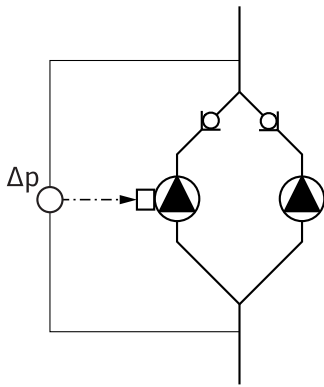

Fig. 18: Exemplo, conexão do sensor da pressão diferencial
- No exemplo da Fig. 18, a bomba Master é a da esquerda vista no sentido de circulação dos fluidos. Ligar o sensor da pressão diferencial a esta bomba.
- Os pontos de medição do sensor da pressão diferencial da bomba Master devem encontrar-se no respectivo tubo coletor do lado de aspiração e da pressão do sistema de bomba dupla (Fig. 18).